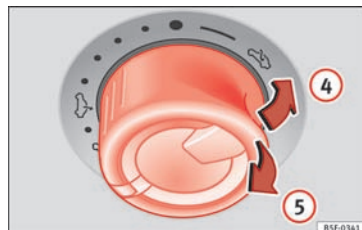

Fig. 42 I loftet: Sådan drejes kontakten for at vippe taget op og lukke det.
- Træk i kontakten » Fig. 42 ⑤ inden for ca. 5 sek. fra udløsningen af kraftbegrænsningen, indtil skyde-/vippetaget er helt lukket.